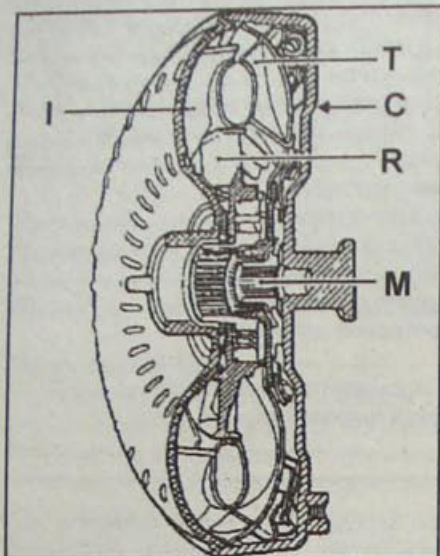

Рис. 7.3. Гидротрансформатор:
На 3-й и 4-й передачах гидротрансформатор обеспечивает передачу крутящего момента на коробку передач без изменения (механическая связь) через демпферную ступицу (M, рис. 7.3), установленную на корпусе гидротрансформатора (C).